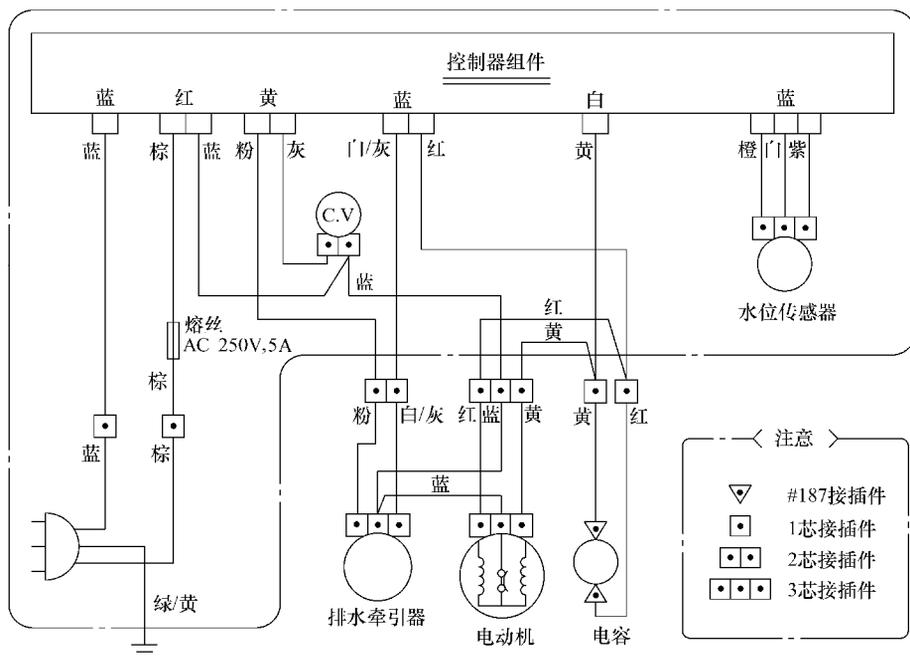

图 6-29 LG XQB55 - 188SN 型波轮式洗衣机电路
**【附注】** LG XQB55 - 188SN 型波轮式洗衣机电路如图 6-29 所示。